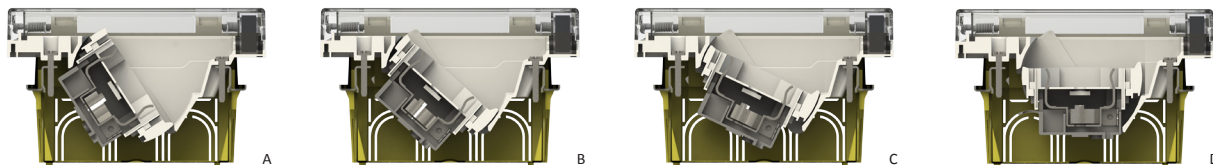

abb. 4
- Попробуйте подвигать откидную подставку, убедившись в том, что ей ничего не мешает (рис. 4-A,B,C,D).